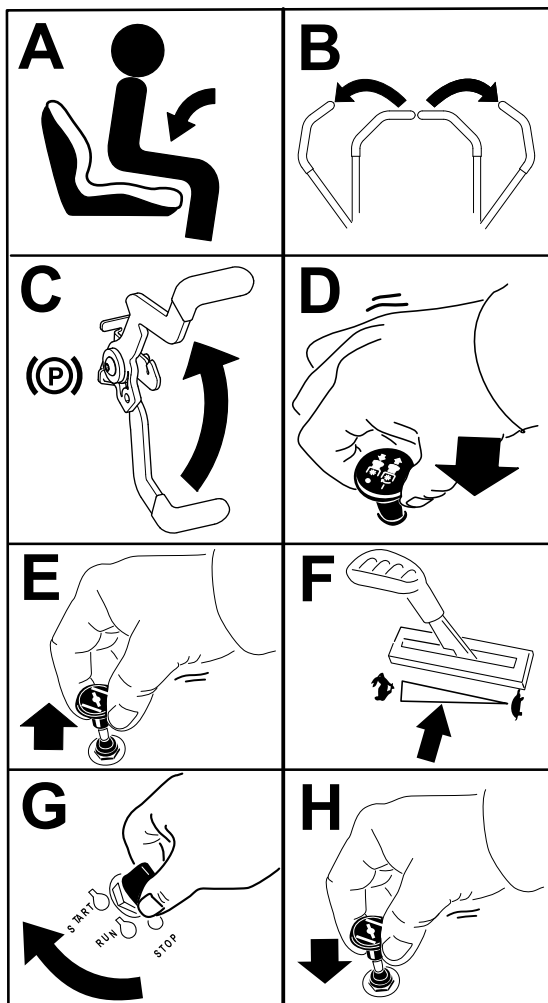

Figure 21
1. Désengagez les lames en plaçant la commande des lames en position DÉSENGAGÉE (Figure 21).